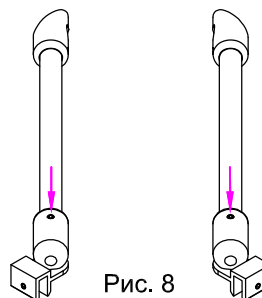

Рис. 8
Затянуть винт в держателях №14 фиксирующий штангу №15. В собранном виде штанги на рис.8.
3.2. Установить собранные штанги на панели №1 и №3 (рис.8).